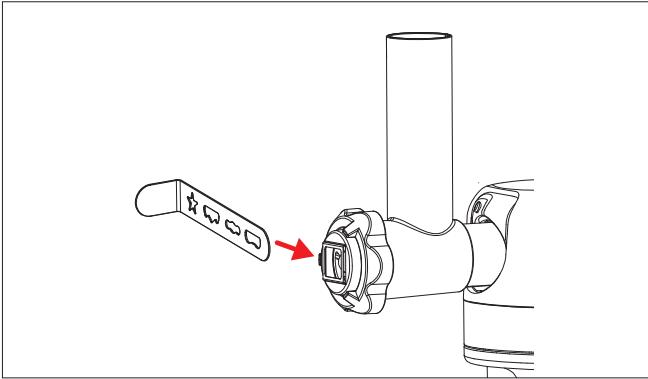

Fig. 22 – Inserimento laterale della trafile per biscotti
4. Spingere la trafile per biscotti di lato nell'apposito supporto. Far scorrere la trafile desiderata davanti all'apertura di riempimento (vedere Fig. 22).